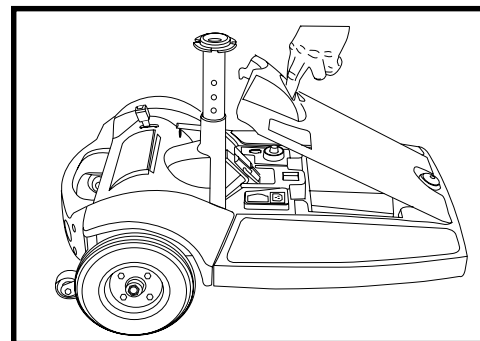

Figure 12. Couvercle du compartiment
1. Retirez le couvercle du compartiment à batteries. Voir la figure 12.